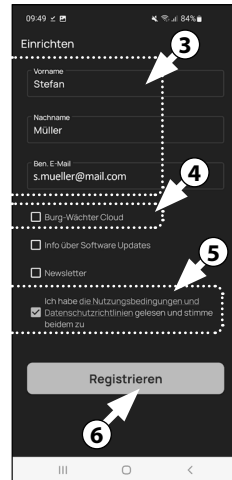

Fig. 3
- 3 Introduzca su nombre y su dirección de correo electrónico (Fig. 3).
- 4 Elimine la selección del apartado: «BURG-WÄCHTER Cloud»: no es necesario para la configuración, y puede autorizarlo más adelante si lo desea (Fig. 3). En las instrucciones básicas, en nuestra página web, encontrará una explicación al respecto (busque el enlace en la página inicial).
- 5 Lea y acepte las condiciones de uso y la política de privacidad (Fig. 3).
- 6 Pulse en «Registar» (Fig. 3).